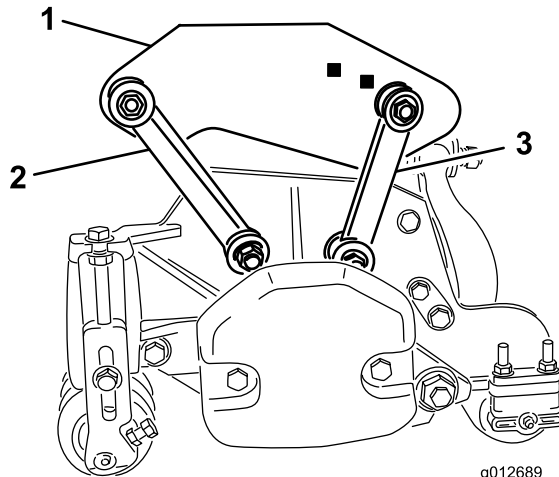

Figure 19
- Fixez les biellettes de montage avant dans les trous du bâti porteur au moyen d'un boulon ($\frac{3}{8}$ " x $2\frac{1}{4}$ "), de 2 rondelles plates et d'un contre-écrou, comme montré à la Figure 19. Placez une rondelle de chaque côté de la bielle lors du montage. Serrez les fixations à 42 N·m.
- Fixez les biellettes de montage arrière dans les trous du bâti porteur arrière au moyen d'un boulon ($\frac{3}{8}$ " x $2\frac{1}{4}$ "), de 2 rondelles plates et d'un contre-écrou, comme montré à la Figure 19. Placez une rondelle de chaque côté de la bielle lors du montage. Serrez les fixations à 42 N·m.